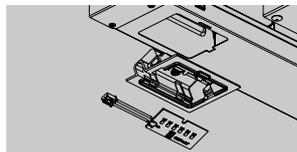
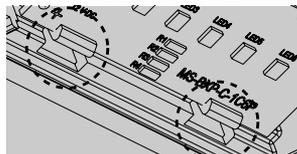

Figura 16
Figura 18
- Extraiga la tarjeta LED desconectándola del alojamiento del chasis (Figura 16/17) Conectar la nueva tarjeta LED e introducirla en el alojamiento. Garantizar que los pines aseguran la tarjeta. (Figura 18).